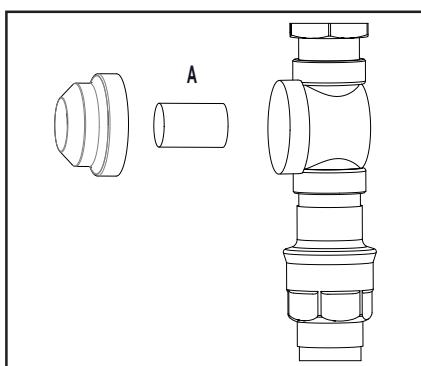

Fig. 2
Se muestra una instalación típica de impulsor de piso en fig. 2
5. Extraiga el filtro (A, fig. 2) y colóquelo en una solución desincrustante. Nota: Los sistemas MB no se comercializan con un filtro montado en fábrica. En caso de que el sistema MB cuente con un filtro, el procedimiento de desincrustación es el descrito anteriormente.